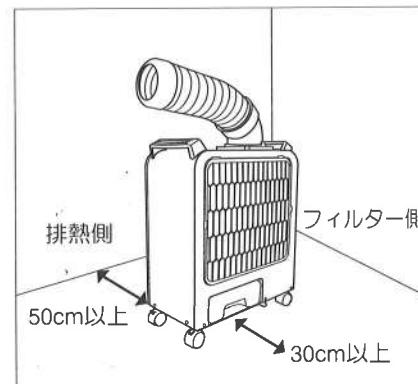

図6
- 排気口・フィルターポート付近に障害物のない場所に設置してください。(図6参照)